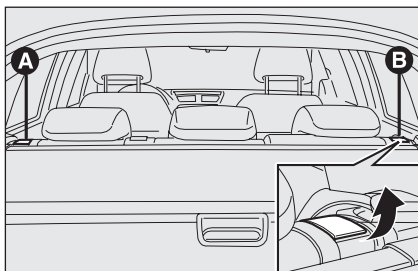

fig. 102
- soulever la poignée **A** ou **B**-fig. 102 pour débloquer respectivement la partie gauche ou droite du dossier et accompagner le dossier sur le coussin.
- soulever les poignées **A** et **B**-fig. 102 pour débloquer les dossiers et les accompagner sur le coussin.